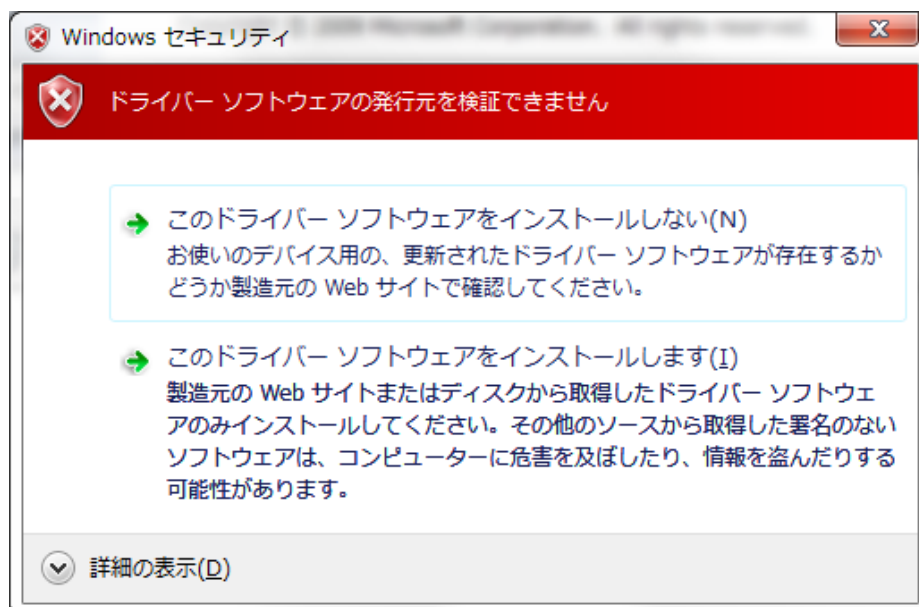

図 8.2-5 ドライバー ソフトウェアの更新②
5. 「このドライバー ソフトウェアをインストールします」をクリックします。(図 8.2-5)